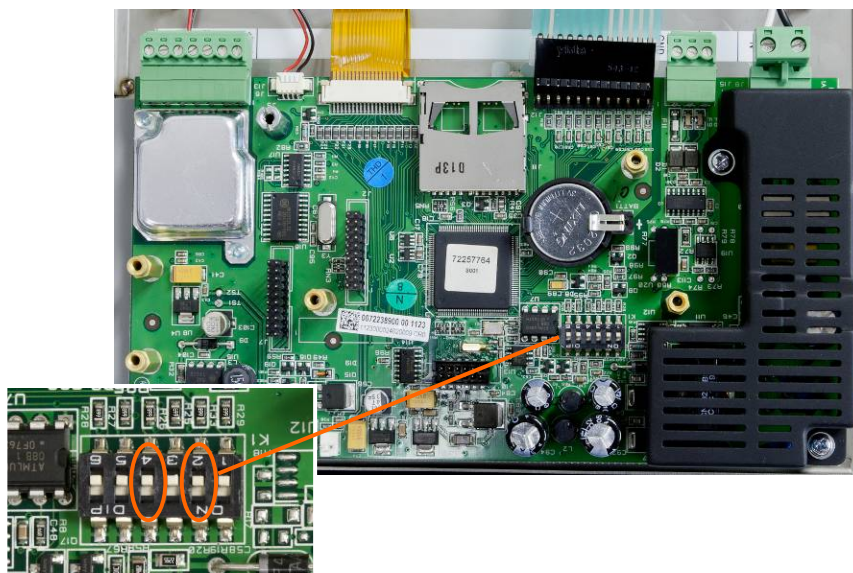

Abbildung 5-15: Schalter SW1-2 und SW1-4
2. Stellen Sie Schalter SW1-2 in die Position EIN (siehe Abbildung 5-15).
- Die Position von SW1-4 (auch in Abbildung 5-15 angezeigt) legt fest, ob messtechnisch wichtige EEPROM-Daten für die Waagenkalibrierung zurückgesetzt werden, wenn eine Master-Reset durchgeführt wird. SW1-4 muss auf EIN gestellt werden, um die EEPROM-Daten zurückzusetzen. Wenn SW1-4 auf AUS gestellt ist, werden die messtechnischen EEPROM-Daten von der Hauptrücksetzung **nicht** beeinflusst.